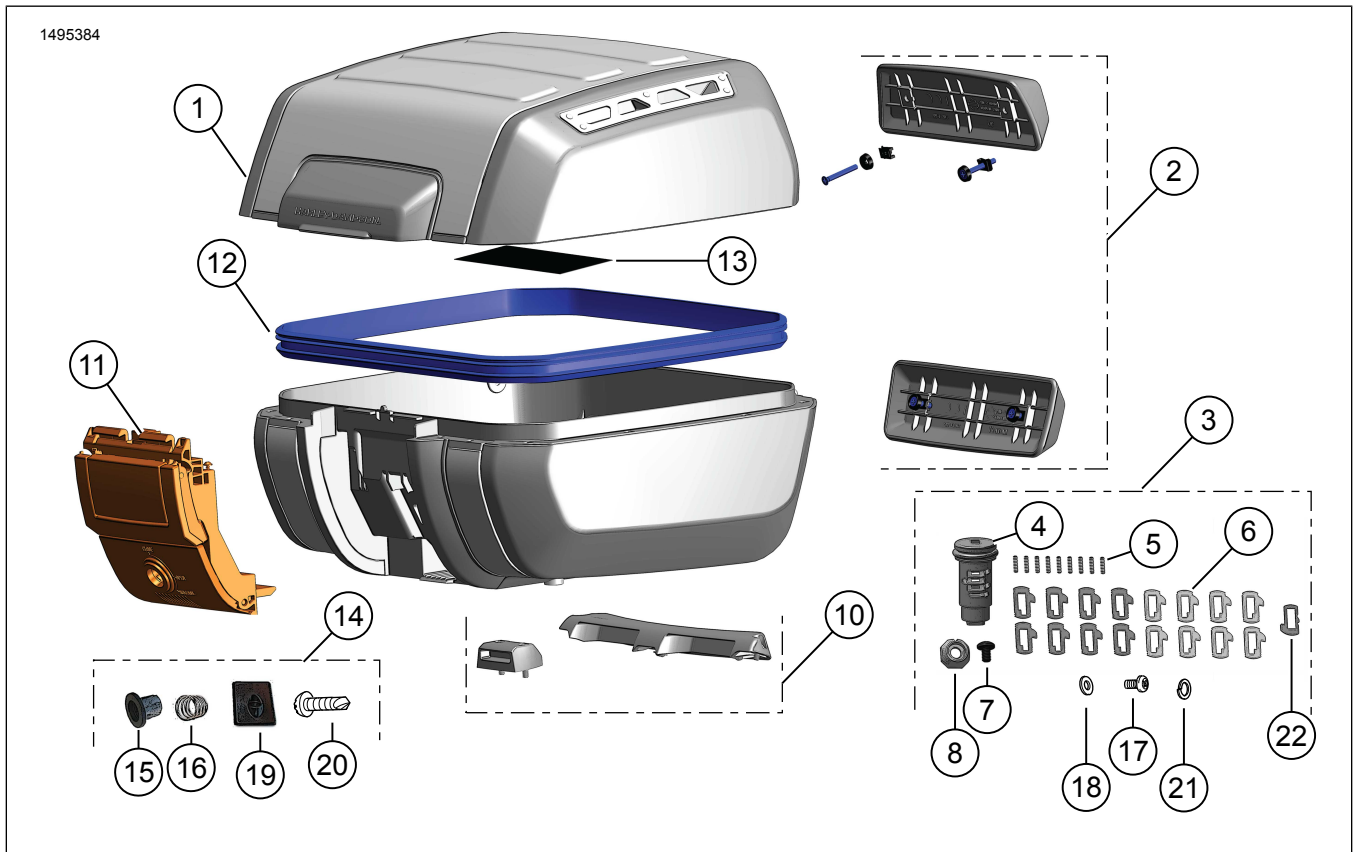

Figura 1. Conteúdo do kit: Caixa Superior Amovível
5. Figura 4 Instalar as molas dos pinos da fechadura (5) consultar Figura 1, nos orifícios dos pontos de paragem 3, 6 e 7 do lado (A) do subconjunto do canhão.
6. Figura 4 Instalar os pinos #11-14 (6), consultar Figura 1, nos pontos de paragem 3, 6 e 7, de acordo com os números de pino determinados na Tabela 3.
7. Figura 4 Instalar as molas dos pinos (5), consultar Figura 1, nos orifícios dos pontos de paragem 4, 5 e 8 do lado (B) do subconjunto do canhão.
8. Figura 4 Instalar os pinos #21-24 (6), consultar Figura 1, nos pontos de paragem 4, 5 e 8, de acordo com os números de pino determinados na Tabela 3.